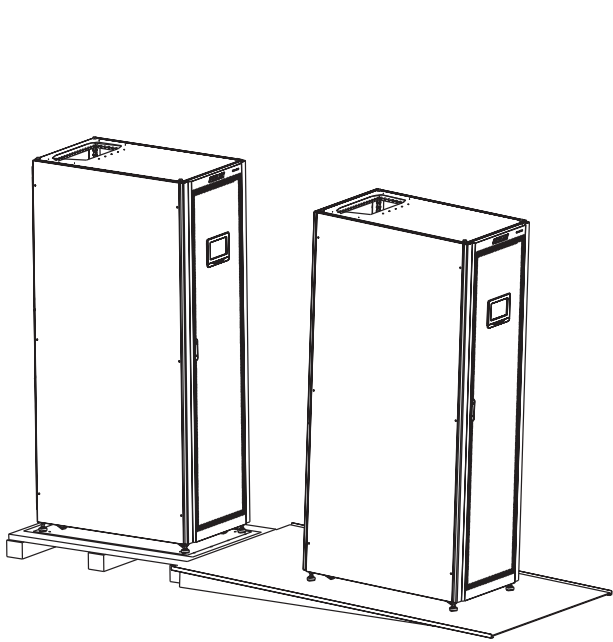

图3-7. 将机柜移下斜坡板
5. 将机柜缓慢移向栈板前侧。继续将机柜移下斜坡板直到其完全脱离斜坡板（见图 3-7）。